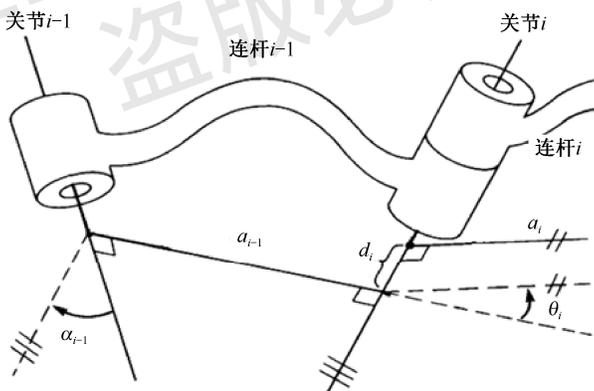

图 1-8 关节及连杆参数标识示意图
(1) 运动学正运算:已知各关节角值,求工具在空间中的位姿。
(2) 运动学逆运算:已知工具在空间中的位姿,求各关节角值。关节及连杆参数标识示意图如图 1-8 所示。其中, α_{i-1} 、 θ_i 为关节角; a_{i-1} 、 d_i 、 a_i 为相邻连杆之间的轴心距。